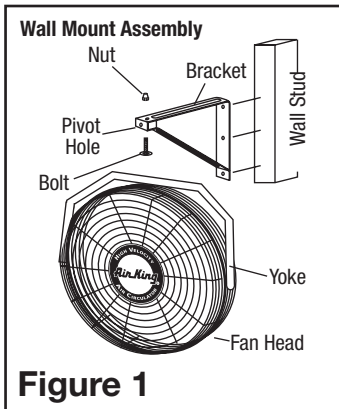
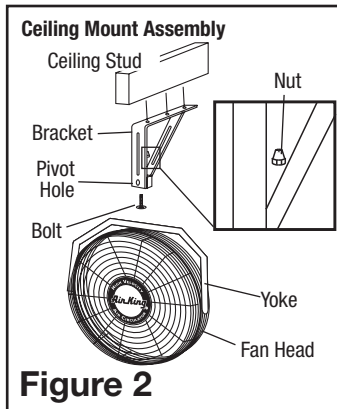

Figure 1
Figure 2
1. Locate the wall or ceiling stud nearest to the desired Fan location. Following the proper mounting diagram, attach the bracket to the stud using three (3) 5/16" diameter x 2" long lag screws (Not Supplied) or appropriately sized bolts and nuts if attaching to "I" beams.
2. Insert Bolt through Yoke, Bracket, Pivot Hole, and into Locknut (**Figure 1**) or (**Figure 2**).
1. Localice el montante de pared o techo más cercano a la ubicación deseada para el Ventilador. Siguiendo el diagrama de montaje apropiado, una la Ménsula al montante, usando tres (3) Tornillos de Retraso de 5/16" de diámetro x 2" de longitud (no proporcionados) o Pernos y Tuercas de tamaño apropiado si se lo monta a vigas "I".
2. Inserte el Perno a través de la Horqueta, Soporte, Orificio de Giro, Arandela Plana y dentro de la Tuerca (Figure 1) o (Figure 2).